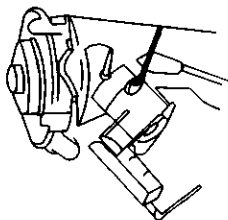

图 3-248 把活塞压回
6) 把制动钳活塞压回到制动钳壳体内, 如图 3-248 所示。在压回活塞之前, 应先从制动液储液罐抽出一部分制动液, 以免活塞压回时, 引起制动液外溢, 损坏油漆。制动液具有毒性和较强的腐蚀性, 因此排放时, 须用专门的塑料瓶或其它容器存放。